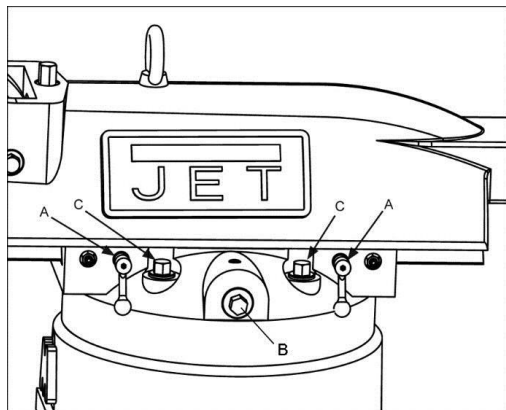

Рисунок 19 (Показан JTM-949LTS)
1. Ослабьте две ручки (А, Рис. 19), которые фиксируют консоль на его направляющих.
2. Поверните шестерню консоли (В, рис. 19) с помощью ключа, чтобы продвинуть консоль по направляющим.
3. Когда подвижная консоль перемещен в нужное положение, плотно затяните ручки (иди шестигранные гайки) (А, рис. 19).
1. Ослабьте четыре зажимных болта поворотной башни (С, рис. 19), которые закрепляют консоль на верхней части основания. Чтобы поворотная башня могла перемещаться, достаточно ослабить винты на пол-оборота.
3. Затяните четыре зажимных болта поворотной башни (С, рис. 19). Затягивайте в два этапа при помощи выставленного на определенную величина динамометрического ключа. Используйте перекрестную схему затяжки. Сначала затягивайте при величине крутящего момента 3,45 кгс*м, и окончательно при 6,9 кгс*м.